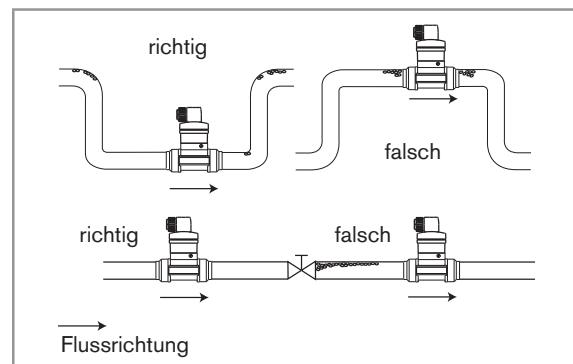

Bild 4: Zusätzliche Empfehlungen für die Installation
- Die Bildung von Luftblasen in der Rohrleitung vermeiden (siehe Bild 4);